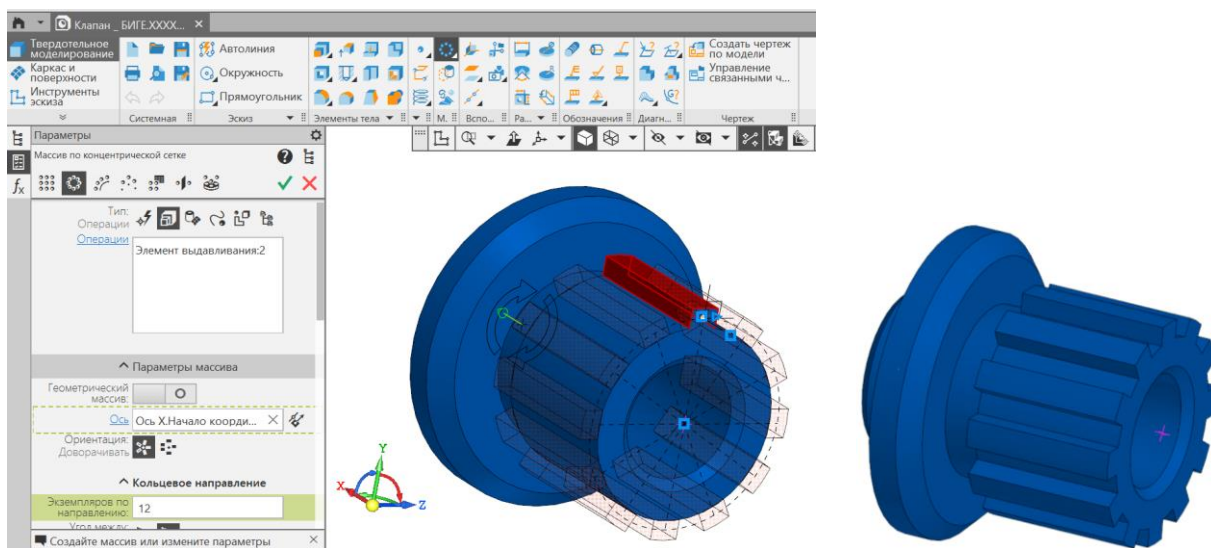

Рис. 9 Команда «Массив по концентрической сетке»
- **Твердотельное моделирование – Массив, копирование – Массив по концентрической сетке.** Параметры операции: элемент массива – Элемент выдавливания 2 (выступ); Ось массива – ось X; количество элементов – 12; угол –  $360^{\circ}$  (рис. 9).